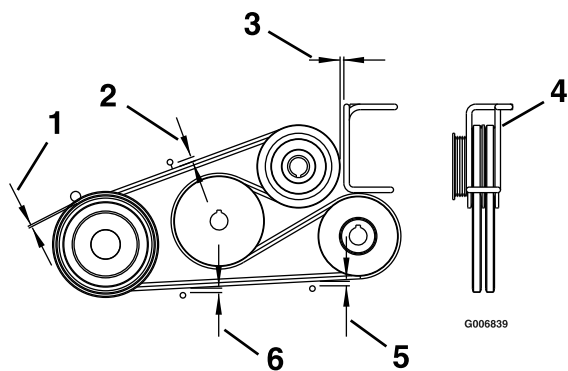

Figura 52
4. Ajuste las guías de las correas según lo indicado en Figura 52.